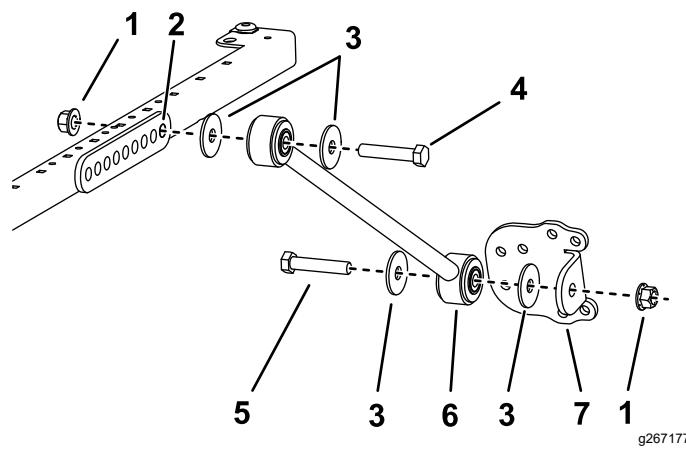

Figura 44
4. En cada lado del bastidor del toldo, monte provisionalmente un tirante en el taladro trasero del soporte del tirante con un perno ( $\frac{1}{2}$ " x  $2\frac{3}{4}$ "), 2 arandelas ( $\frac{1}{2}$ ") y una tuerca con arandela prensada ( $\frac{1}{2}$ "), según se muestra en la Figura 44.
5. Sujete provisionalmente un soporte de tirante a cada tirante con un perno ( $\frac{1}{2}$ " x  $2\frac{1}{2}$ "), 2 arandelas ( $\frac{1}{2}$ ") y una tuerca con arandela prensada ( $\frac{1}{2}$ "), según se muestra en la Figura 44.